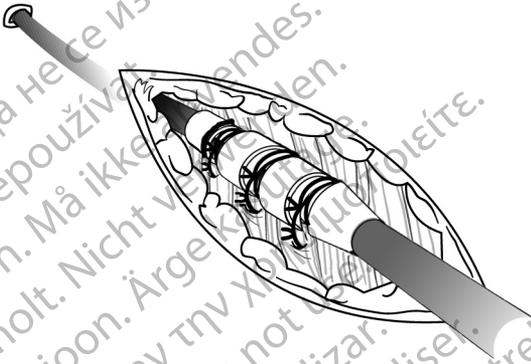

Figura 12. Exemplo de manga de sutura, técnica de implante percutâneo
1. Puxe a bainha do introdutor para trás e deslize a manga de sutura bem para dentro do tecido (Figura 12 Exemplo de manga de sutura, técnica de implante percutâneo na página 34).